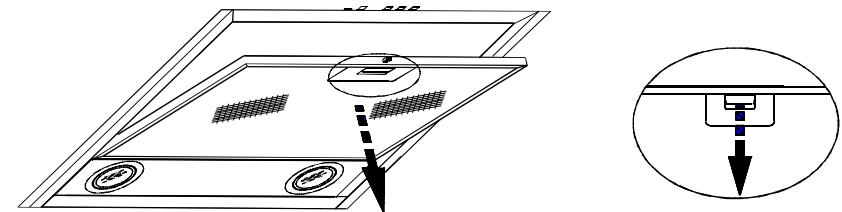

РИС. 9
8.3. Для очистки фильтра извлеките его из зонта (рис. 9) и произведите его очистку с помощью щетки горячим водным раствором нейтрального моющего средства или денатурированным спиртом.
Снимите фильтр (рис.9), отверните винты-барашки, вставьте стекло и закрепите его винтами барашками через втулки. Установите фильтр.
- перед установкой зонта снимите алюминиевые фильтры (рис. 9);